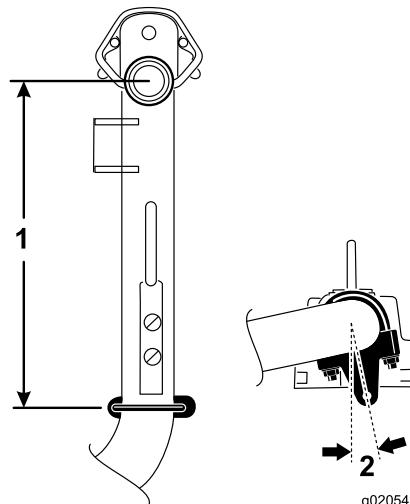

**Figura 5**
- Nos braços de elevação nº 2 e nº 3, positione os suportes e as cavilhas em U 38 cm atrás do centro da articulação (Figura 5).